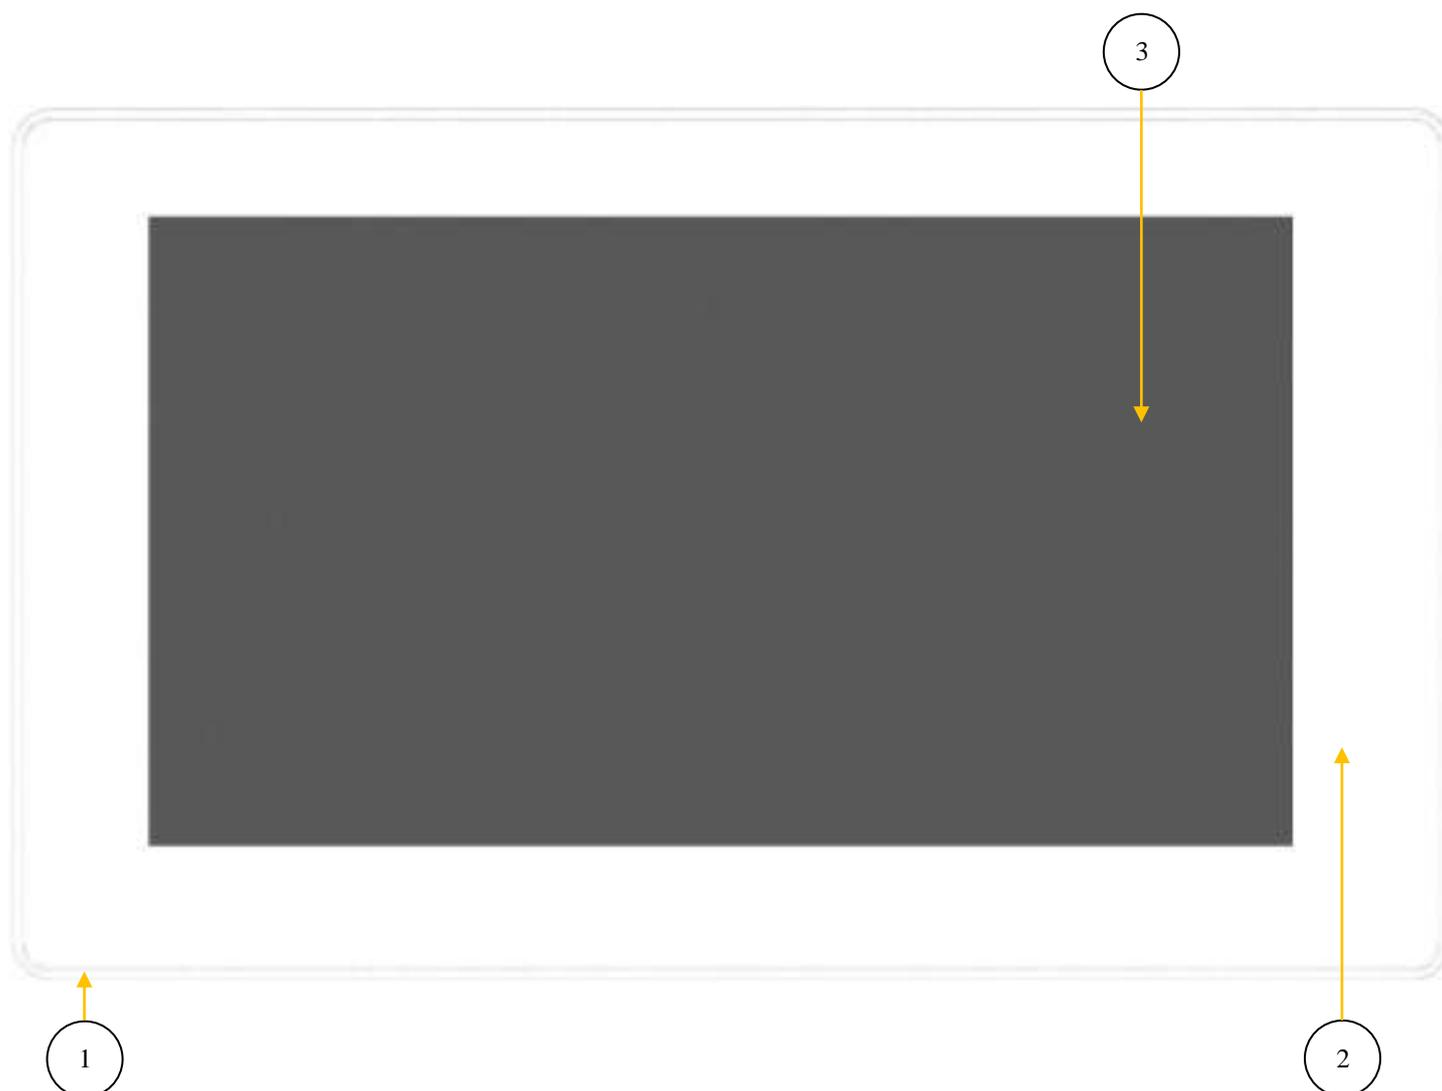

Рис. 10.: Дисплейный модуль. Вид спереди.
2.1. Корпуса с дисплеем. (Рис. 10: Дисплейный модуль. Вид спереди., Рис. 11.: Дисплейный модуль. Изометрия).